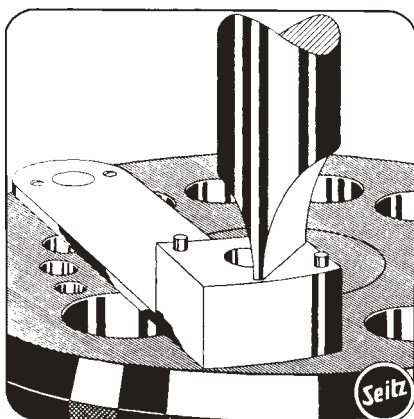

Abb. 41
**d) Dient zum Anschlagen von Grat bei Brücken (Abb. 41)**